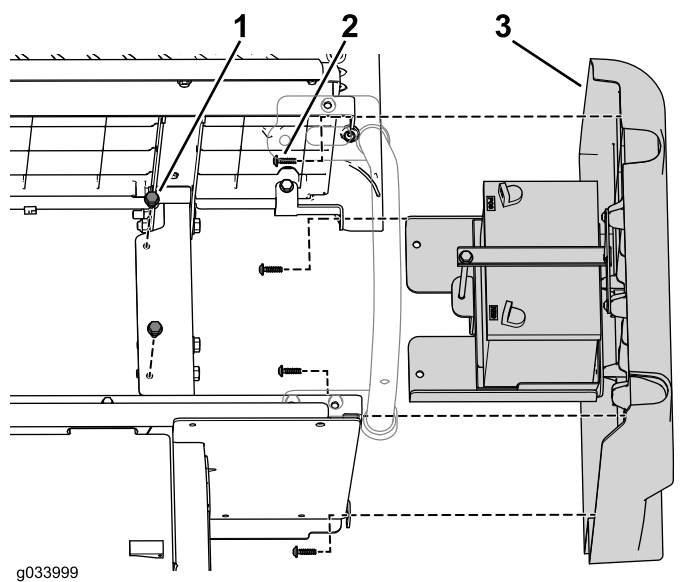

Figura 45
- Utilice las fijaciones que se retiraron anteriormente para instalar el conjunto de panel derecho original a los paneles de la base del asiento trasero (Figura 45).